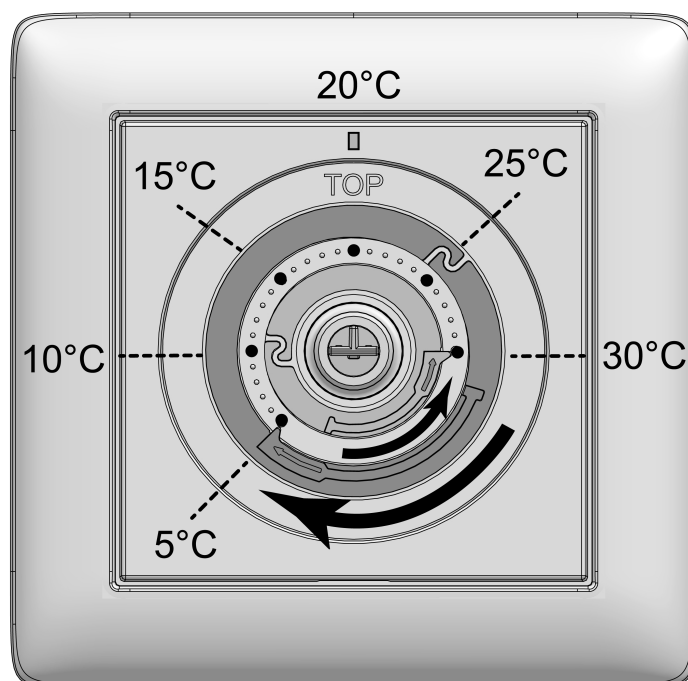

Figure 3: Bagues de réglage pour la limitation de température
- Retirer le bouton de commande (5) de la plaque centrale (4) de sorte que les bagues de réglage (7) soient visibles (voir figure 3). Les valeurs de température représentées à l'image sont indicatives.